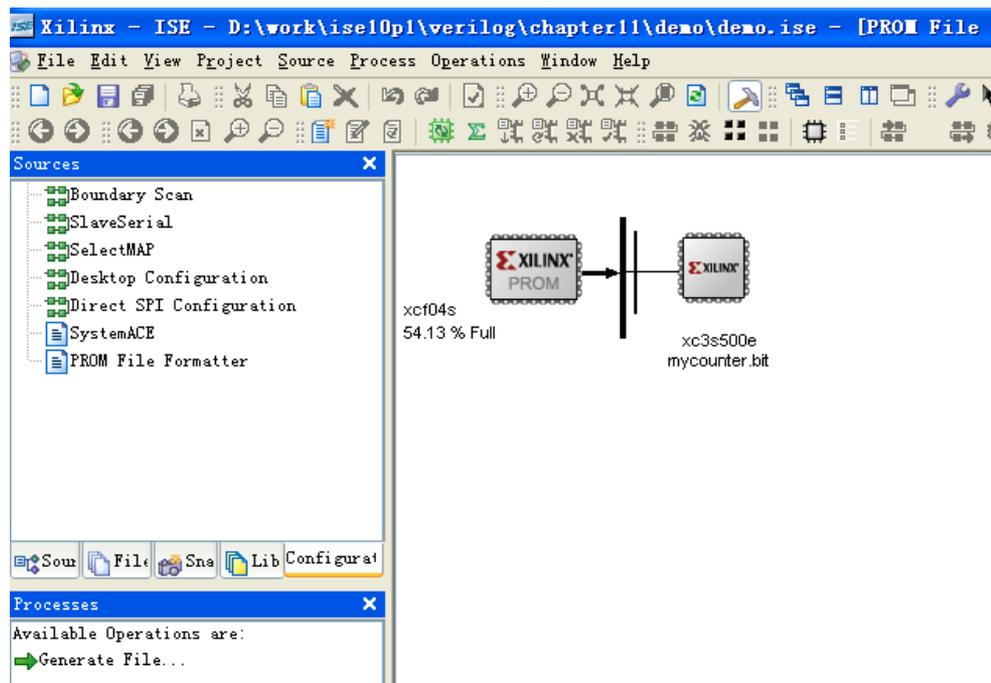

图46 PROM容量显示界面
- (7) 此时，iMPACT会根据加载的bit文件所对应的FPGA芯片计算PROM的容量，如果PROM容量不够，会主动提醒用户修改PROM型号或者添加更多的PROM芯片；如果容量富裕，则会给出PROM的容量利用率，如图46所示。